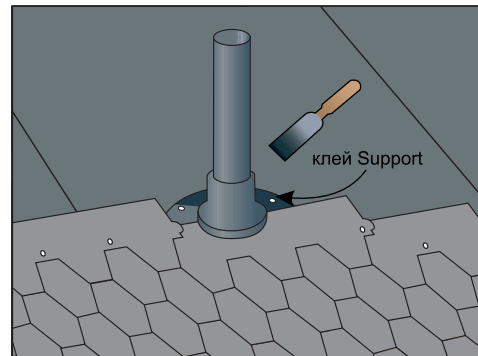

Рис. 26
- Необходимо проделать вырезы в гонгах, соответствующие размеру установленной на поверхности крыши резиновой втулки, и тщательно закрепить их под фланцем (рис.26);